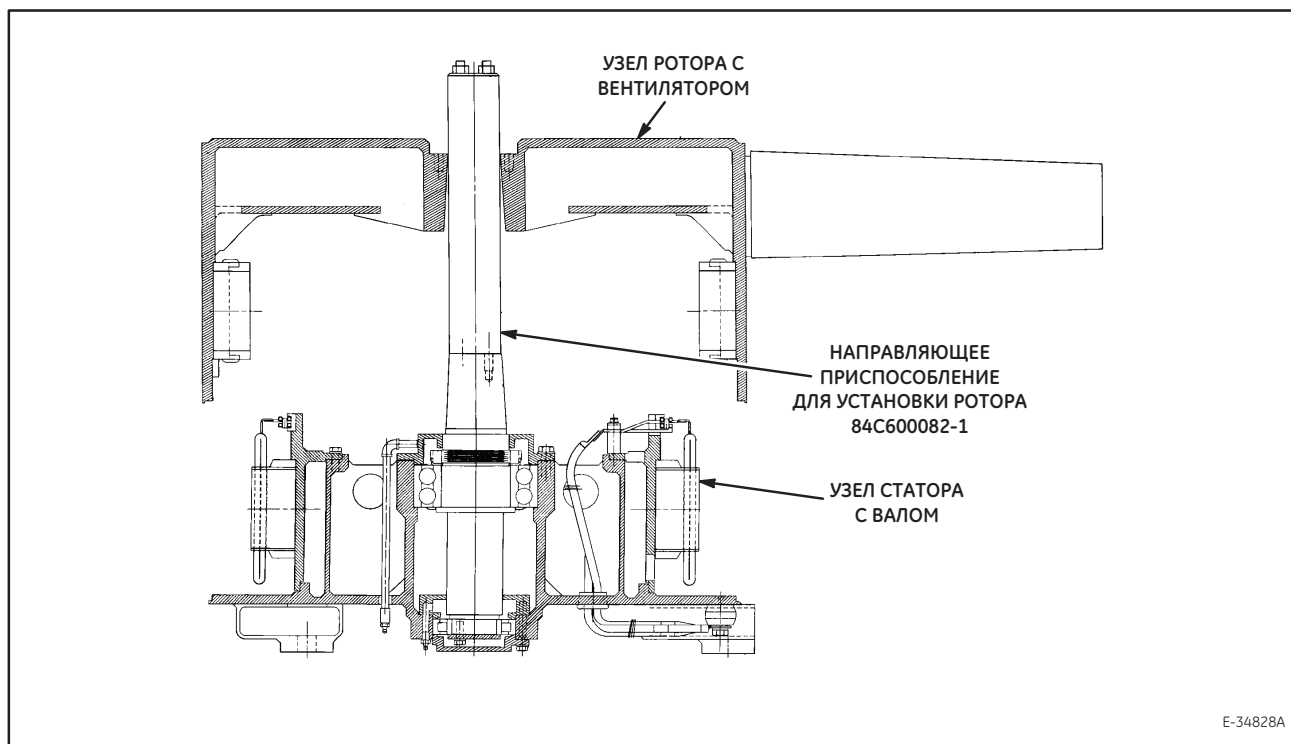

Рисунок 7. Установка ротора и вентилятора на раму статора.
2. Установите крепление направляющей ротора (Рис. 7) в верхней части вала.